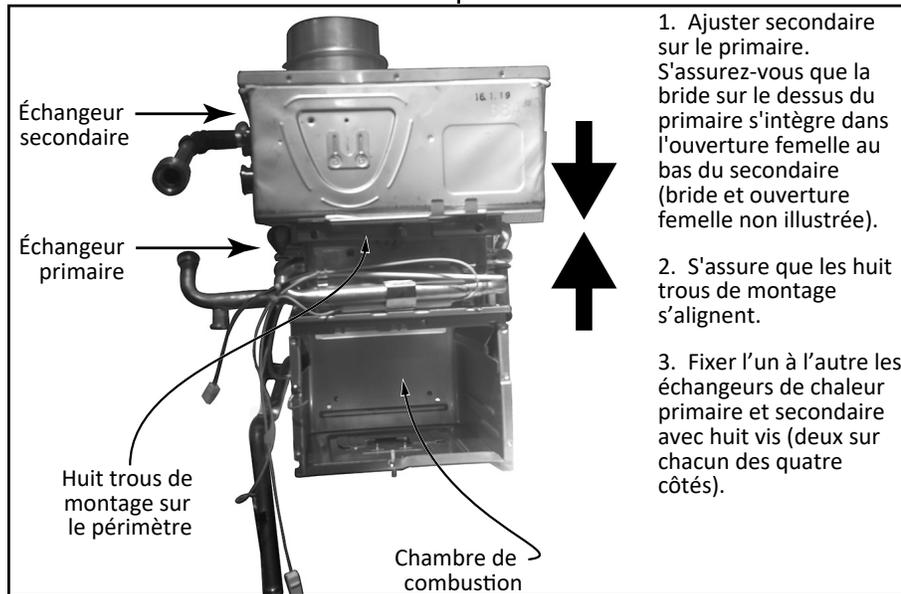

Figure 66
2. Assurez-vous que les huit trous de montage s'alignent, voir Figure 66.
- 6.3.3 Réinstallez les **deux** chauffe-tuyau en céramique du tuyau d'eau froide, l'un en haut et l'autre en bas, voir items 466, 414 et 415 à la page 74.
7. Reconnectez le tuyau de sortie de l'échangeur de chaleur (item 467, page 74) comme indiqué au point de raccordement E.
8. Reconnectez le tuyau de vidange (item 465) comme illustré au diagramme de la page 74. Fixez les deux extrémités avec des attaches 6-15.
9. Insérez le brûleur dans la chambre de combustion, (voir Figure 66). On retrouve sur les parois de la chambre de combustion des rainures entre lesquelles il faut faire glisser le brûleur.